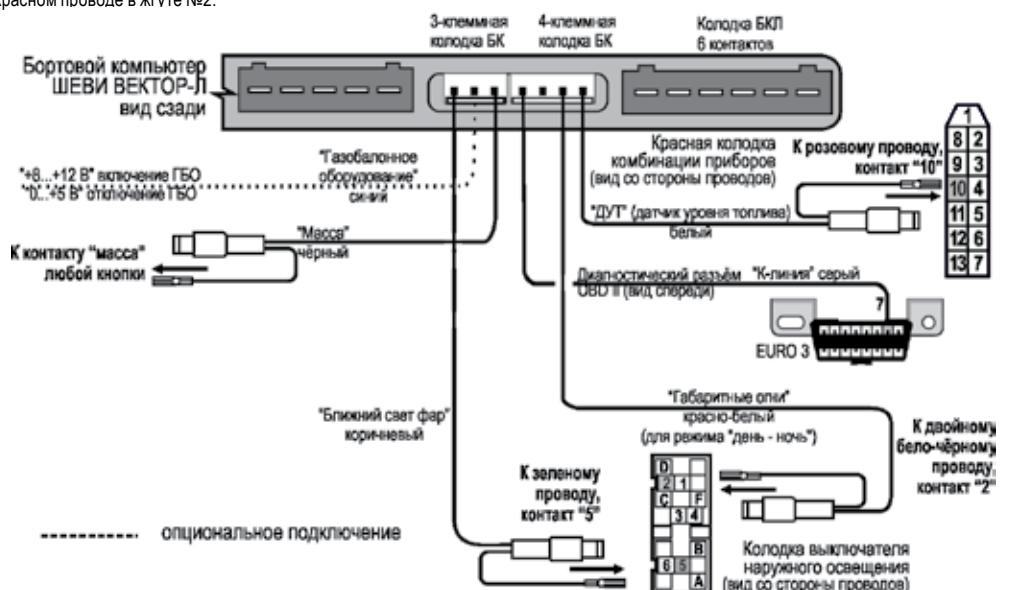

Рис. 6 Схема подключения жгутов №1 и №3 для а/м с БКЛ АБС и ПБ после 08.2011 г.
4.4 Подключение жгута №1. (см. Рис.6)
4.5 Подключение жгута №3. (см. Рис.6)
Для автомобиля с установленным газобалонным оборудованием, синий провод "Сигнал ГБО" (см. Рис.6), рекомендуем подключать двумя способами - либо к управляющему выводу клапана жидкой фазы или эмулятора форсунок (на этом выводе появляется +8...12 Вольт при включении подачи газа), либо к управляющей кнопке (нужно найти в разъеме кнопки провод, на котором появляется +8...12 вольт при включении газа).